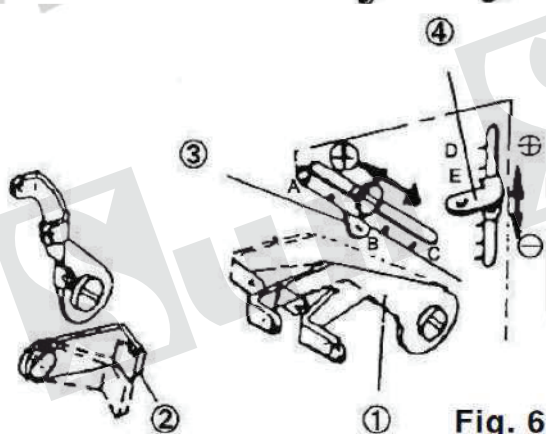

Fig. 6
2. Controle do fio da agulha Fig.6